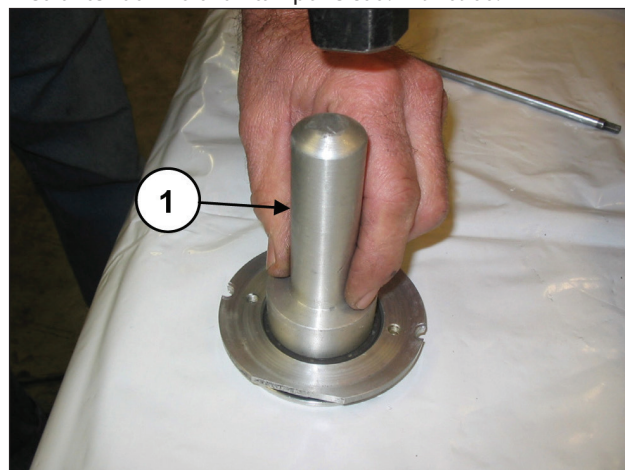

Fig. 174
Montare il paraolio nel coperchio paraolio (pos. ①, Fig. 174) mediante l'utilizzo di un tampone cod. 27910900.